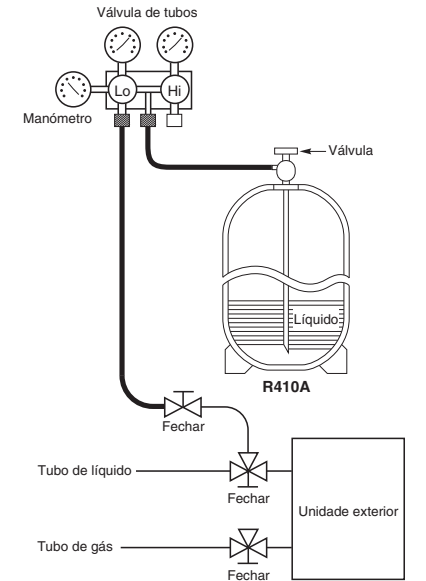

Fig. 8-5
- Carregue o refrigerante adicional (calculado desde o comprimento do tubo de líquido como descrito em "Quantidade de carga adicional de refrigerante") utilizando a válvula de serviço do tubo de líquido. (Fig. 8-5)